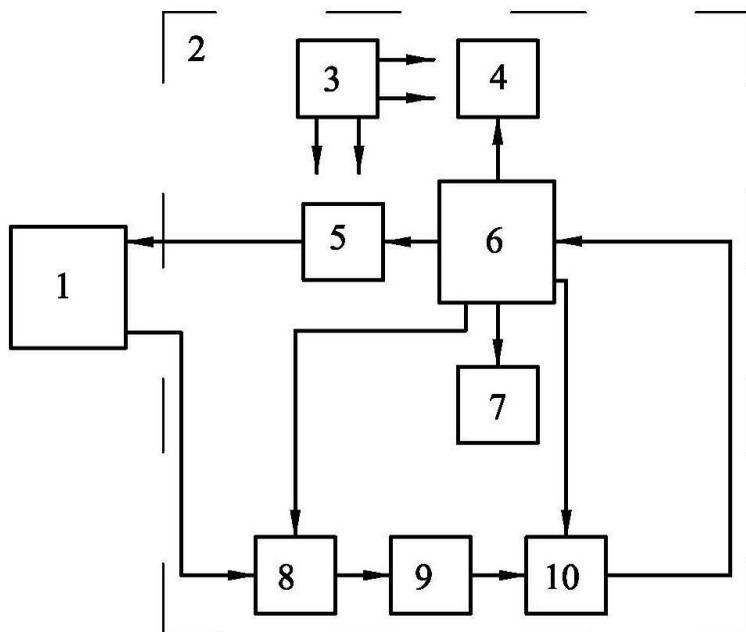

Рис. 4.2.1. Структурная схема дефектоскопа
4.2.1. Дефектоскоп состоит из электронного блока и внешнего преобразователя. Структурная схема, поясняющая работу дефектоскопа, приведена на рис.4.2.1.